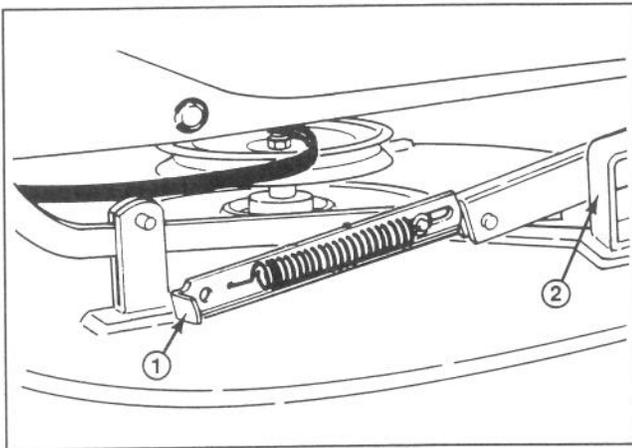

Fig. 25
3. Déposer les goupilles et les rondelles plates qui se trouvent sur les brides des ressorts et déposer les brides (Fig. 25).
5. S'assurer que les supports arrière de l'unité de coupe (Fig. 25) reposent sur les goupilles et installer la nouvelle courroie.